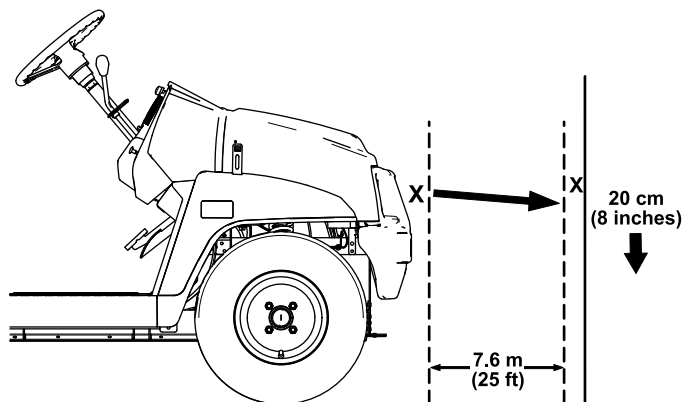

Bild 48
- Stellen Sie die Maschine auf einer ebenen Fläche ab, dabei sollte der Abstand der Scheinwerfern ca. 7,6 m von einer Wand entfernt sein (Bild 48).
Der hellste Teil des Scheinwerfers sollte 20 cm unter der Markierung an der Wand liegen (Bild 48).